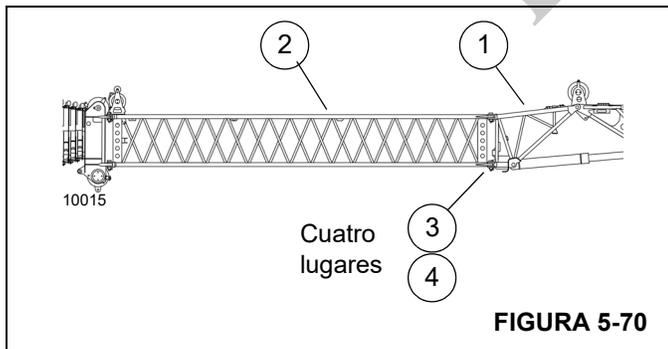
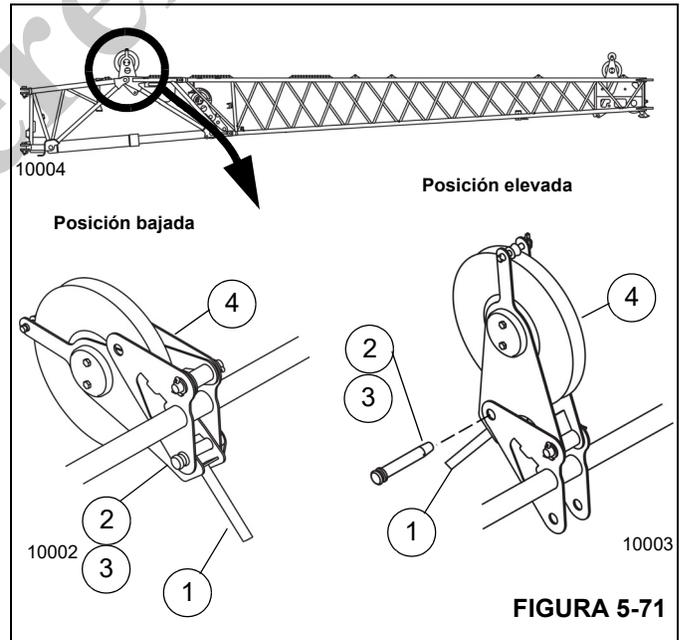
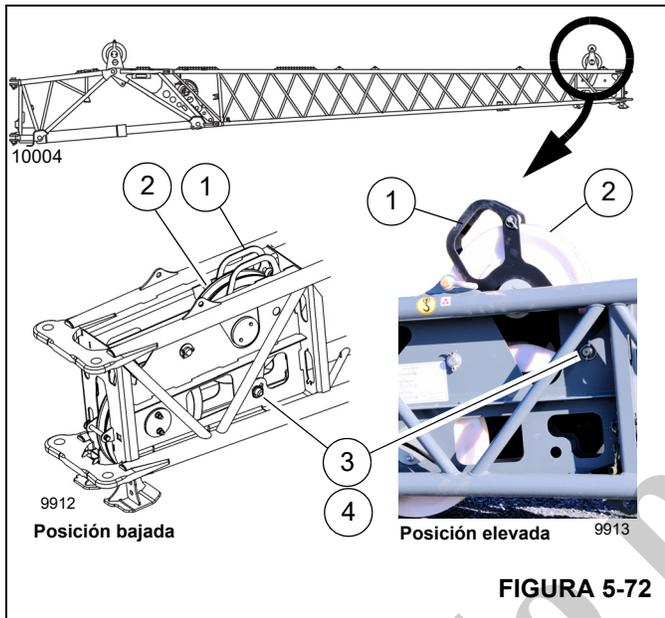

FIGURA 5-70
FIGURA 5-71
FIGURA 5-72
3. Conecte un cable guía a la punta de la extensión de pluma (1, Figura 5-70).
- a. Sostenga el mango (1, Figura 5-71) y retire la pinza de retención (2) y el pasador (3).
- b. Eleve el mástil (4). Asegúrese de que los orificios del punto de conexión estén alineados.
- c. Instale el pasador (3). Asegure el pasador con una pinza de retención (2).
- a. Sostenga el mango (1, Figura 5-72) del conjunto de la polea del mástil (2). Retire la pinza de retención (3) y el pasador (4).
- b. Eleve el conjunto del mástil (2) hasta que los orificios de conexión estén alineados.
- c. Inserte el pasador (4) y asegure con una pinza de retención (3).
- b. Baje el mástil (4). Asegúrese de que los orificios del punto de conexión estén alineados.
- a. Sostenga el mango (1, Figura 5-72) del conjunto de la polea del mástil. Retire la pinza de retención (3) y el pasador (4).
- b. Baje el conjunto del mástil (2) hasta que los orificios de conexión estén alineados.
12. Retire las pinzas de retención (4, Figura 5-70) y los pasadores (3).
13. Levante la extensión de la pluma y la sección de extremo (1) desde el frente del inserto de celosía (2) con la grúa auxiliar. Ponga la extensión de la pluma en una superficie de trabajo adecuada.